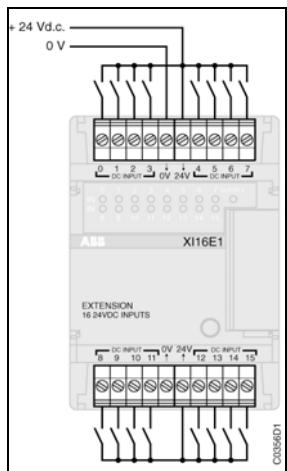

Figura 4-18: Extensión XI 16 E1
3.1. Extensión XI 16 E1 (ver Figura 4-18)